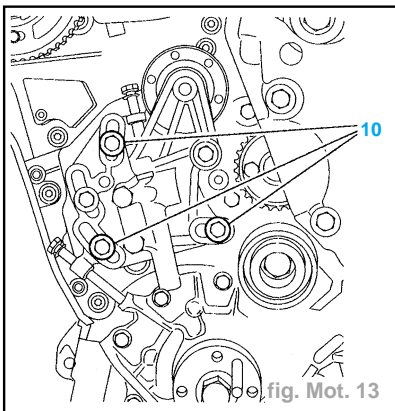

fig. Mot. 13
- galet (13) à (16) 8 daN.m
- vis (18) 2,5 daN.m
- Serrer les vis (10) à 1 daN.m (fig. Mot. 13).
- Desserrer les vis (10) de 45°.